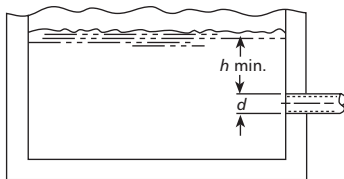

Figure 1
3.6. Le diamètre (d) et la hauteur d'immersion (h) de l'orifice d'entrée du tuyau d'aspiration doivent être suffisants pour empêcher l'aspiration d'air par vortex (V. fig. 1 à 4).